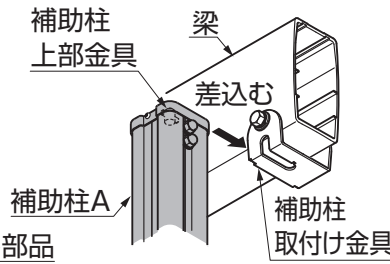

図3-2
- ②補助柱Aの上部金具の向きを補助柱取付け金具のカギ穴に合わせて差込みます。(図3-2参照)